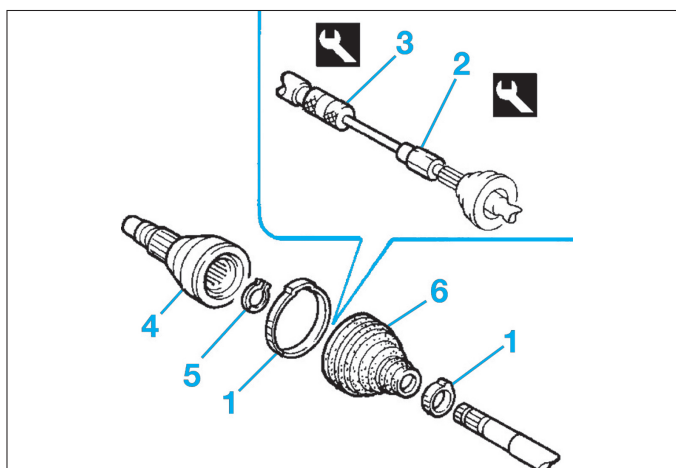

Fig. 3
- Scier et déposer les deux colliers de fixation (1) du soufflet.
- Visser sur la transmission un manchon fileté (2) puis sur celui-ci un extracteur à inertie (3) (Fig.3).
- Extraire le bol (4) de l'arbre de la transmission.
- Déposer le jonc d'arrêt (5) de l'arbre, puis le soufflet (6).
- Reposer le bol (4) sur l'arbre de la transmission à l'aide des outils utilisés à la dépose.